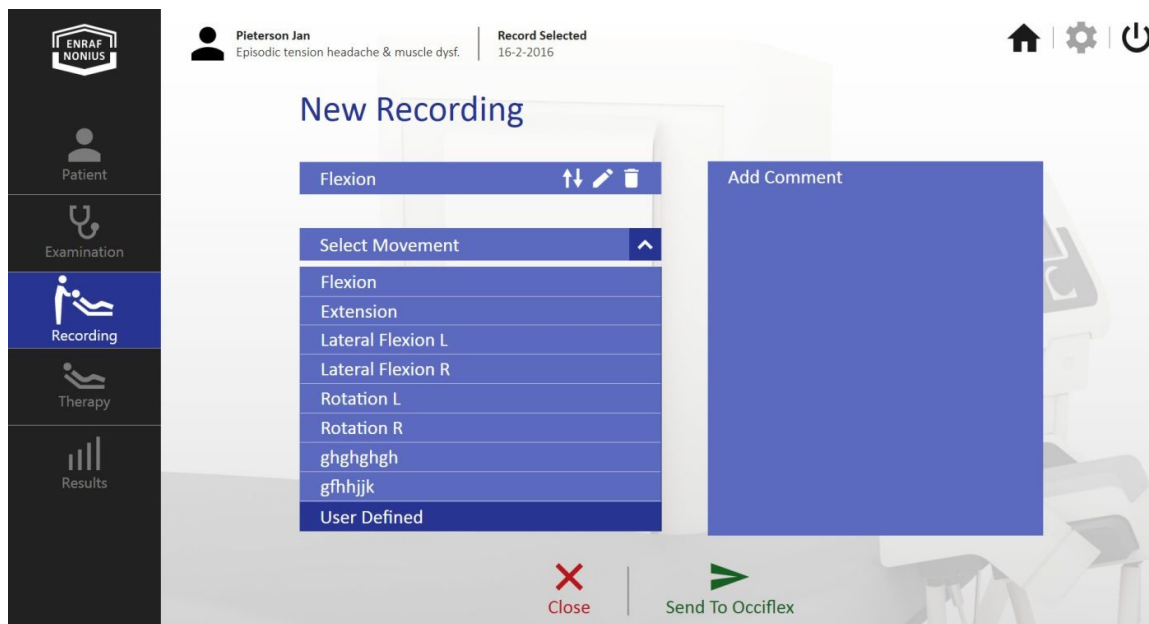

fig. 87
- Select “**User Defined**” (fig. 87).